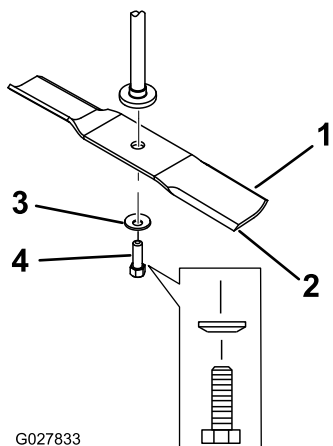

Figura 61
2. Îndepărtați urubul lamei, aiba curbată și lama de pe arborele axului (Figura 61).
1. Montați lama pe arborele axului (Figura 61).
2. Montați aiba curbată (cu partea în formă de cupă îndreptată către lamă) în urubul lamei (Figura 61).